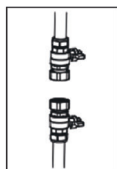

Рис. 3
3. Установите запорные шаровые краны, входящие в комплект поставки, на входной и выходной патрубках. (Рис. 3)